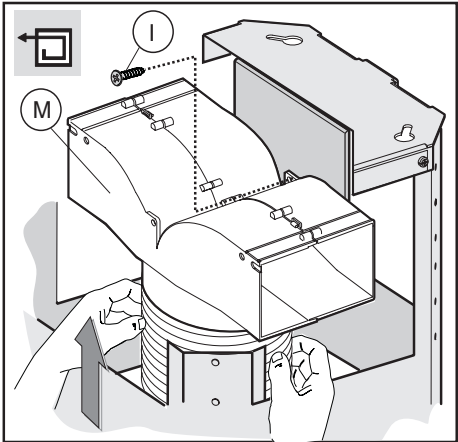

Fig.8
- **Version filtrante**: relier le tuyau flexible au déflecteur **M** et fixer la vis **I** comme c'est indiqué dans la (Fig.8).